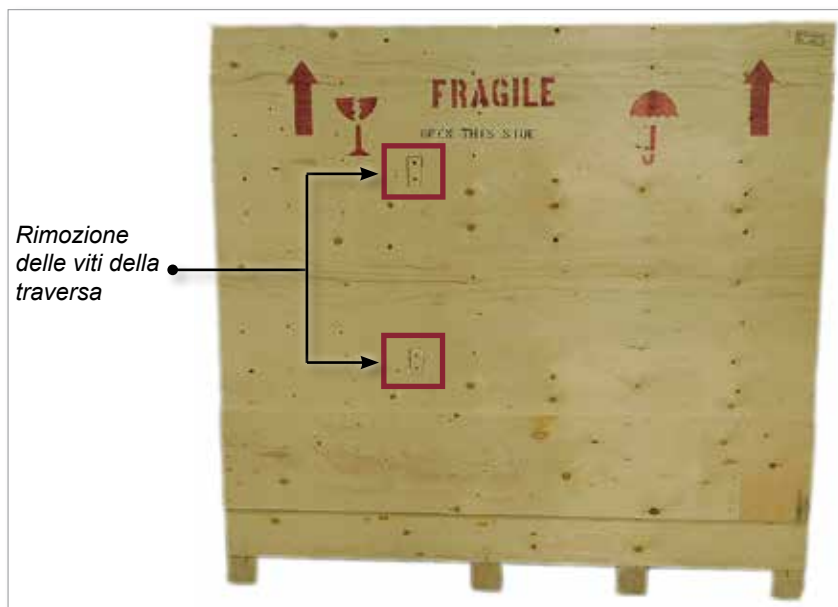

Figura 3-7 Rimozione delle viti della traversa
4. Dal lato della cassa contrassegnato con la dicitura "FRAGILE OPEN THIS SIDE", rimuovere le viti della traversa. Vedere la Figura 3-7.